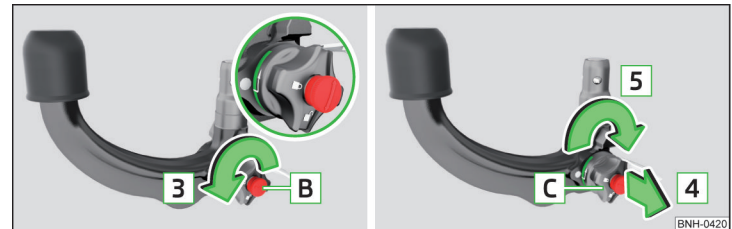

Abb. 219 Bereitschaftsstellung einstellen
- Den Schlüssel **B** in Pfeilrichtung **3** bis zum Anschlag drehen, sodass der Pfeil am Schlüssel zum Symbol  » Abb. 219 zeigt.